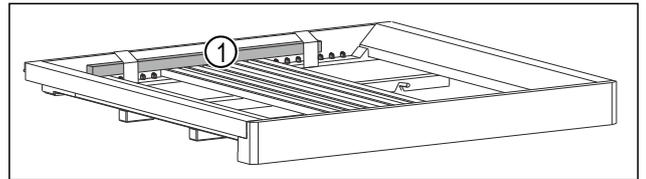

Fig. 6 *
- ▶ Holzstab Fig. 6 (1) entfernen.*